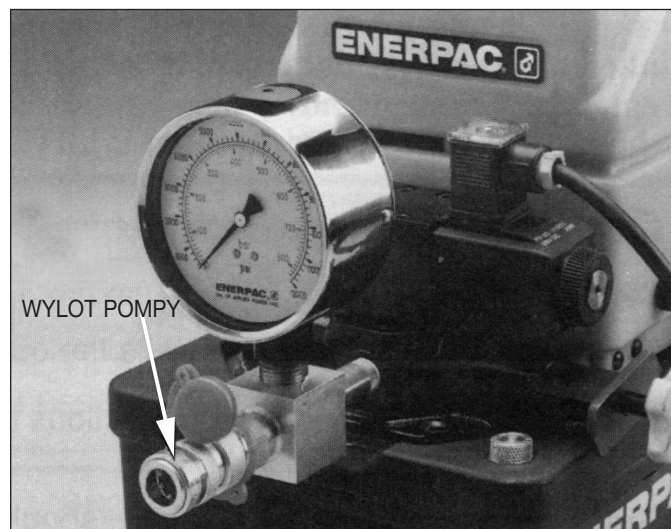

Rysunek 1 – Zawór nadmiarowy
4. Odkręć nakrętkę zabezpieczającą i cofnij (przekręć w lewo) zawór nadmiarowy, aby zapobiec samoistnemu wzrostowi ciśnienia. Regulacja zaworu nadmiarowego nie wymaga żadnych narzędzi. Patrz rysunek 1.
2. Odkręć nakrętkę zabezpieczającą i cofnij zawór nadmiarowy, aby zapobiec samoistnemu wzrostowi ciśnienia. Patrz rysunek 1.